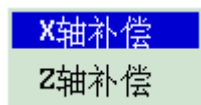

图 4.3.5
- (12) 使用需设置刀具偏置值的刀具试切工件外径, 然后沿着 Z 轴方向退刀;
- (13) 按 **F9** 键, 弹出如图 4.3.5 所示对话框, 用 ▲、▼ 移动蓝